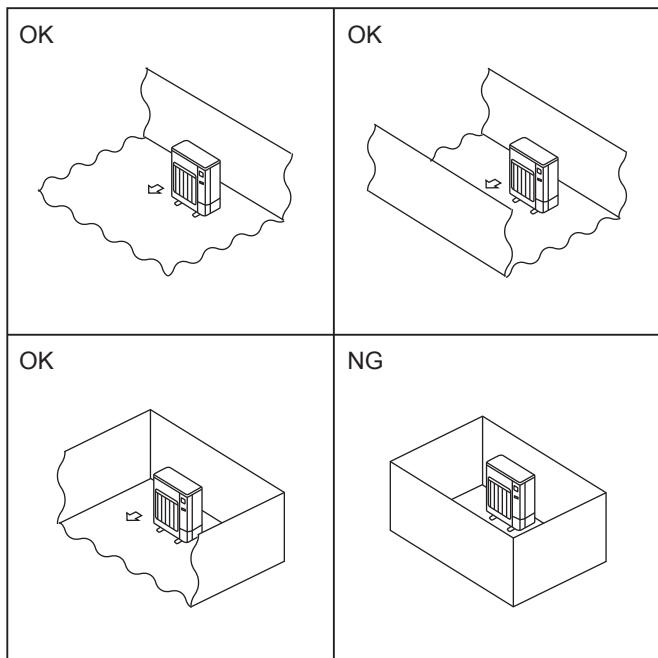

Fig. 2-2
- ② Monter utendørsenheter på et sted der minst én av fire sider er åpne, og i et tilstrekkelig stort område uten fordypninger. (Fig. 2-2)